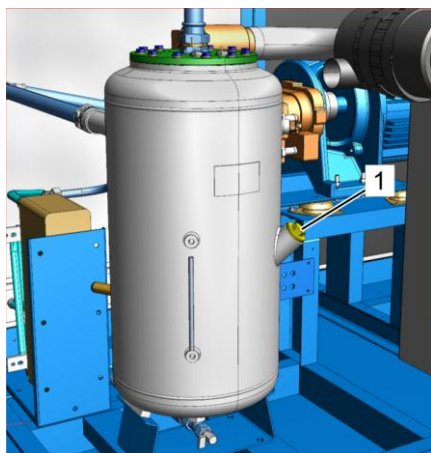

Рис. 56: Резьбовая пробка наливного отверстия
6. Отверните резьбовую пробку наливного отверстия (Рис. 56/1), извлеките ее и проследите за тем, чтобы не потерялось уплотнительное кольцо.
9. Вставьте резьбовую пробку наливного отверстия (Рис. 56/1) и затяните ее ↗ Приложение В «Моменты затяжки винтов» на странице 170.